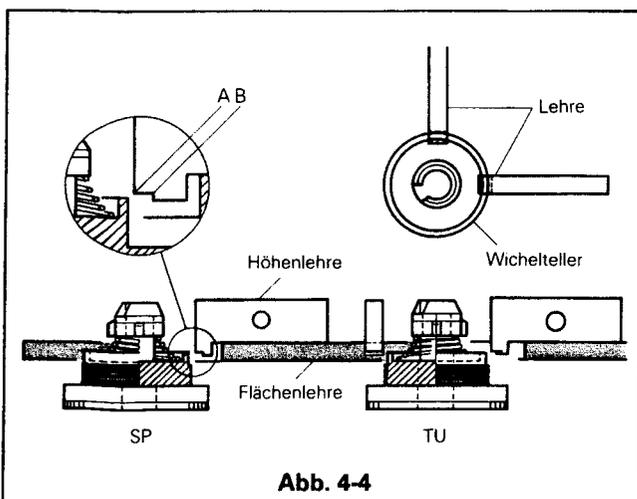

Abb. 4-4
- Kontrollieren Sie die Höhe der Spulenteller mit der Höheneinstellehere wie in Abb. 4-4 beschrieben. Die Unterkante der Spulenteller soll entsprechend der Abbildung zwischen (A) und (B) der Höhenlehere liegen.